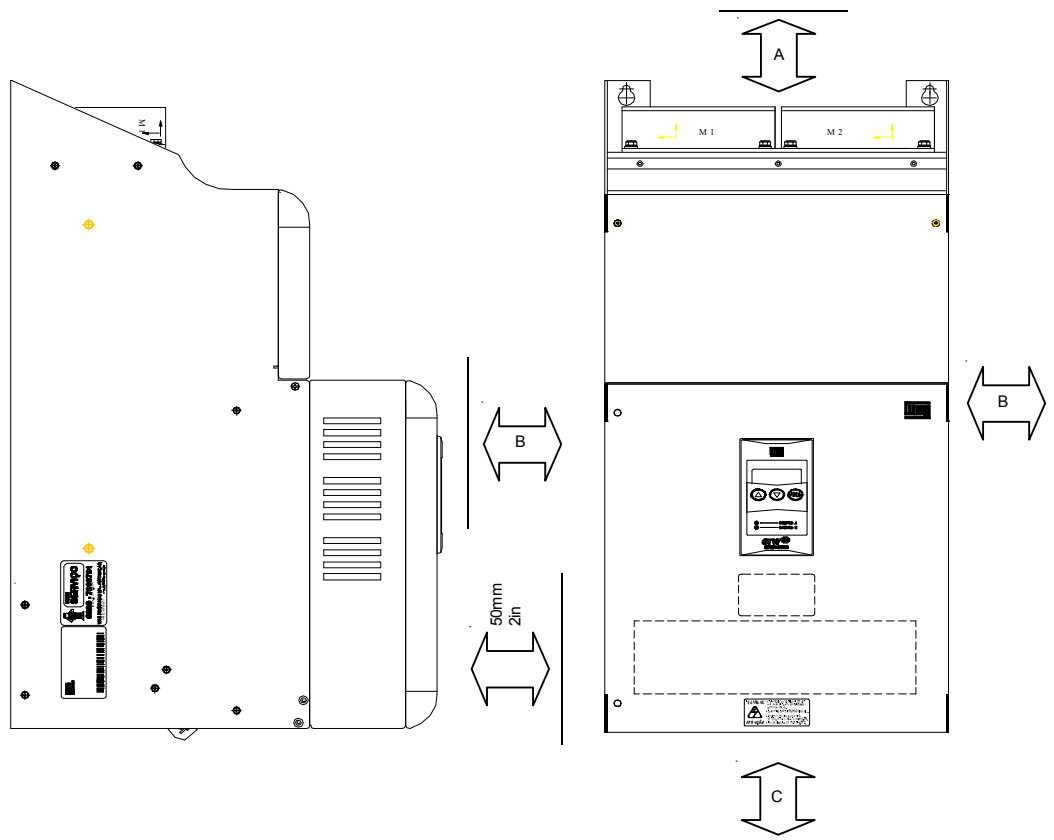

Figura 3.2 – Espaços Livres para Ventilação
- ☑ Deixar no mínimo os espaços livres ao redor do conversor como na figura 3.2 e tabela 3.2;